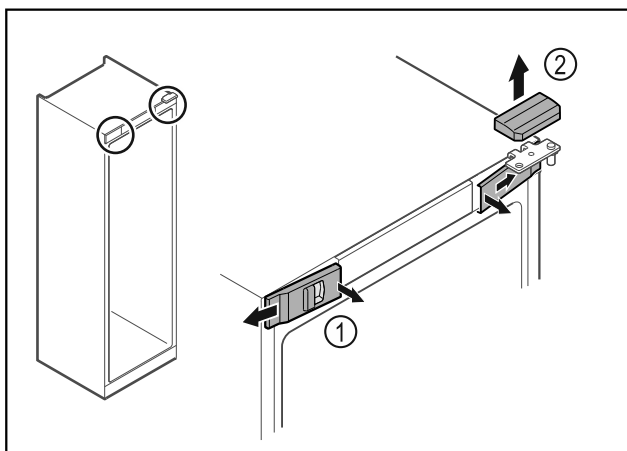

Fig. 10
- Spnite sprednje pokrove Fig. 10 (1) in jih odstranite proti strani.
- Zgornji pokrov Fig. 10 (2) snemite v smeri navzgor.